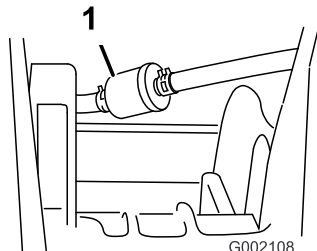

Figura 32
3. Retire las abrazaderas que sujetan el filtro de combustible a los tubos de combustible (Figura 32).